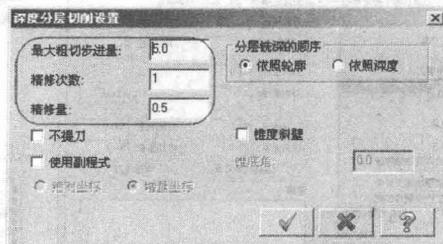

图 1-25 深度分层切削参数的设置
- (6) 单击 **Z轴分层铣削** 按钮，按照图 1-25 所示设置深度分层切削参数，然后单击  按钮。